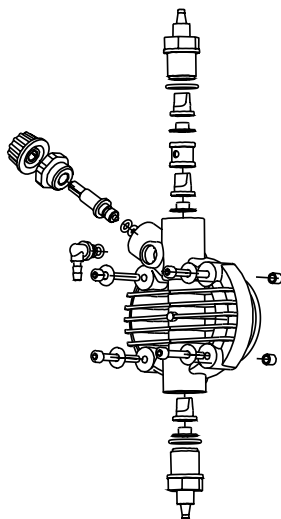

Fig. 12
2. Verificar pelo menos a cada 6 meses o funcionamento da bomba, o aperto dos parafusos do cabeçote e de porcas-trava, particularmente na dosagem de líquidos agressivos, efetuando um controle ainda mais frequente da concentração do aditivo no sistema; uma redução dessa concentração pode ser causada pelo desgaste das válvulas (que neste caso devem ser substituídas tendo atenção ao remontá-las como na Fig. 12) ou ainda o entupimento do filtro que deve ser limpo como indicado no item 3 a seguir.
Para efetuar esta operação, se a bomba não está fixada ao sistema, se pode fazê-la pulsar por poucos segundos (15 a 30) tendo-a de ponta cabeça e sem as mangueiras conectadas aos nipples, se for impossível virar a bomba, deve-se desmontar e remontar o cabeçote (Fig. 12), utilizando-se dos quatro parafusos de fixação.